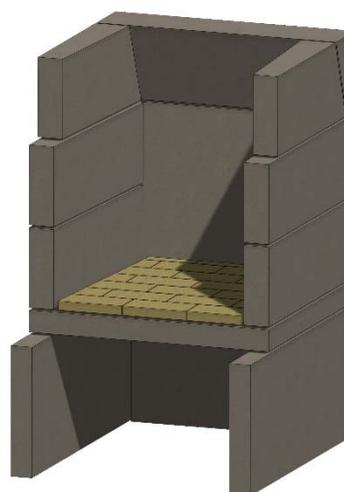

Figura 17. Ladrillo refractario para el suelo
I. Forre el hogar, utilizando ladrillos refractarios partidos y juntas de mortero de 1/4 de pulgada. Instale primero el ladrillo refractario en el suelo, con 1/4 de pulgada de Stone Age Multi-Purpose Ready-Mix u otro mortero de alta temperatura. Véase la figura 17.